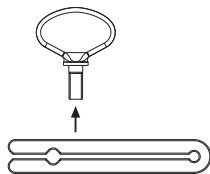

Fig. 8
- Demontera avdragshjälp, se Fig. 8.